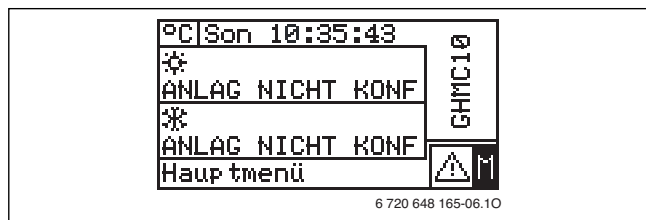

Bild 4 Display nach dem ersten Einschalten der Anlage, die Anlage ist nicht konfiguriert
1) Der Ausgewählte Menüpunkt wird invers dargestellt, z. B. In Bild 4 steht die Auswahl auf
- ▶ Auswahlknopf drehen bis das gewünschte Symbol oder der gewünschte Menüeintrag ausgewählt ist (Symbol/Eintrag wird invers dargestellt) (z. B.  in Bild 4).